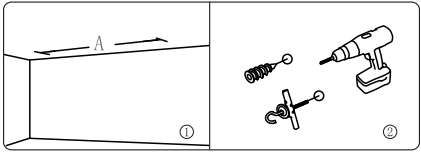

图13
- 1. 用电钻在天花板钻两个大小及相对位置适合的孔, 并且确定两个孔位形成的直线与墙面平行, 在这两个孔内钉入两只螺旋挂钩 (非配件)。(如图13)